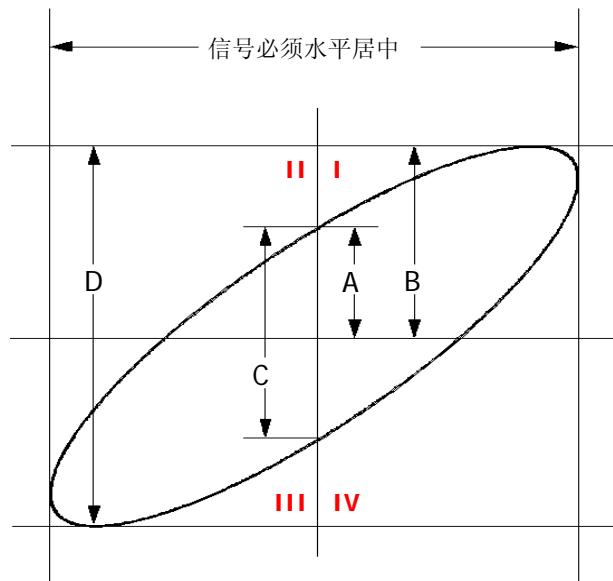

图 3-2 相位差的测量原理图
4. 观察上图的测量结果, 并根据相位差测量原理图 (图 3-2) 可得 $A/B(C/D)=1$, 即两个通道输入信号的相差角为 $\theta=\pm\arcsin 1=90^\circ$ 。